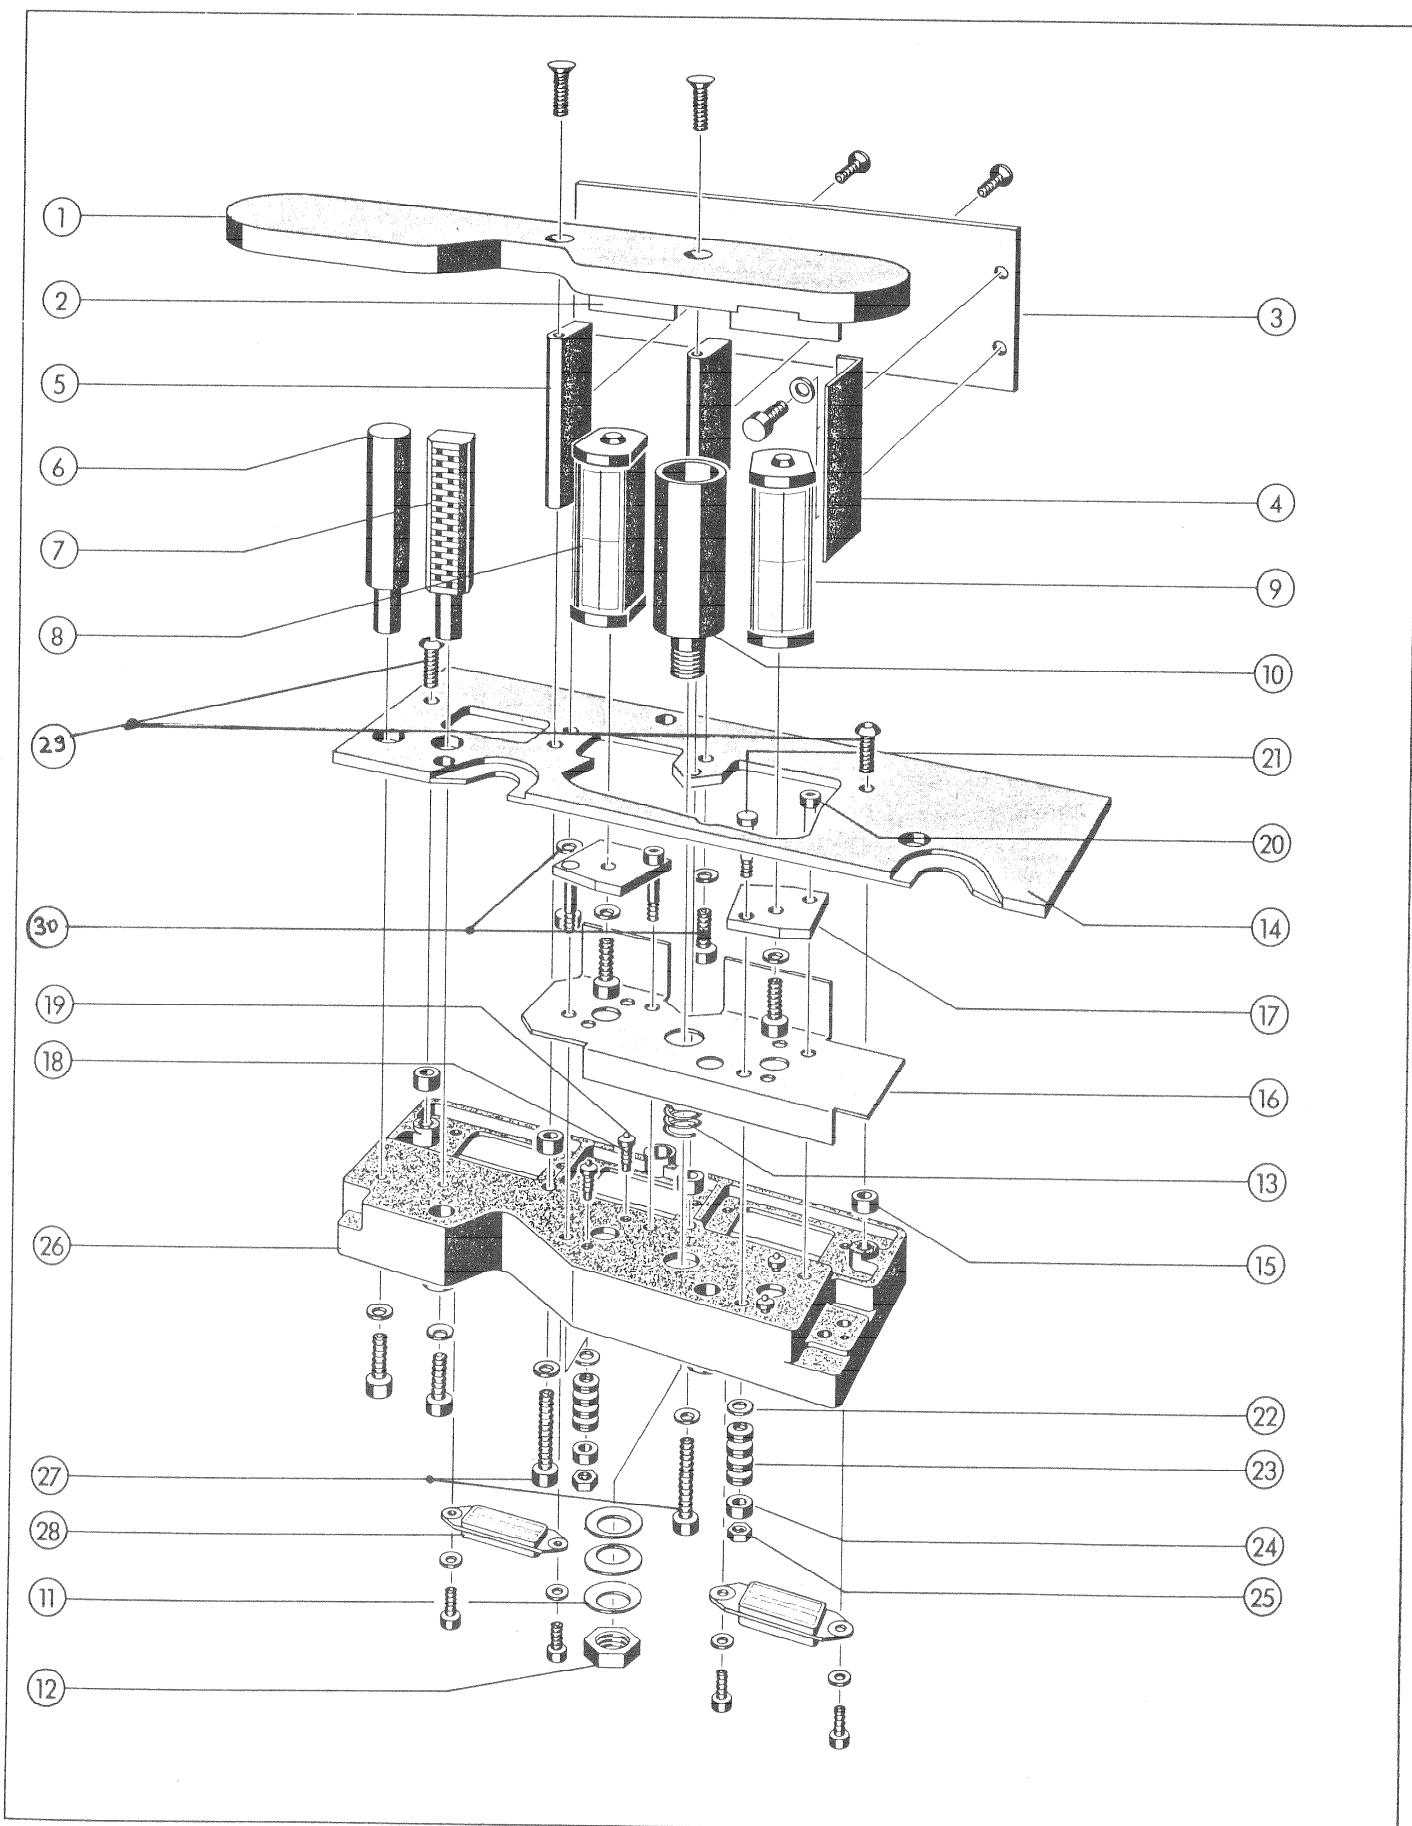
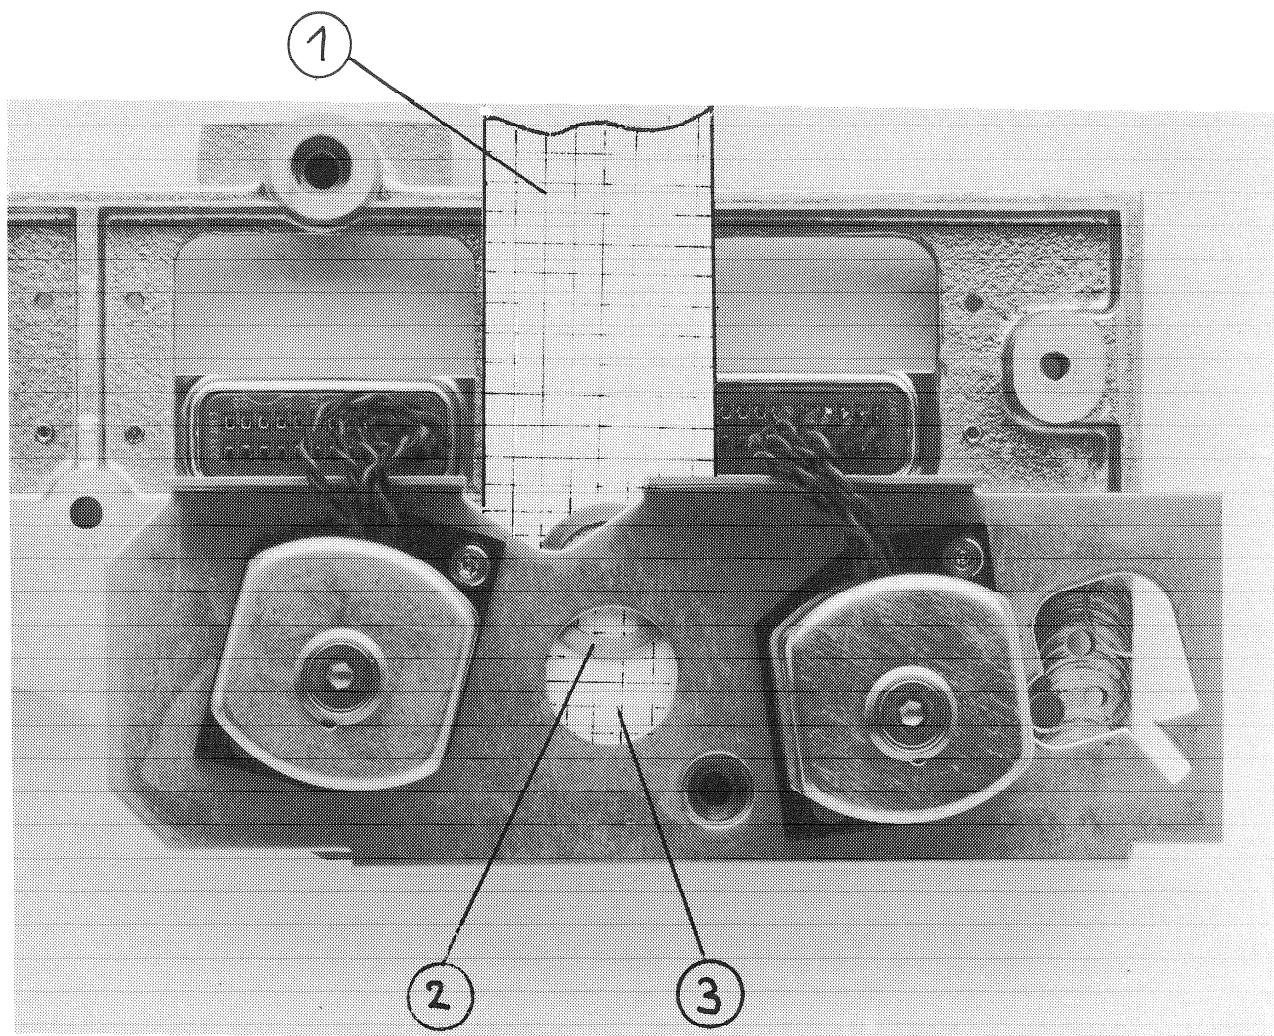

Fig. 3
Fig. 4
- 6.) Kopfträgerabdeckung ① entfernen [Fig. 3]
- 9.) Die komplette Deckleiste ③ und ④ (Fig. 3) von der Abdeckplatte ⑯ durch Lösen der beiden 3 mm Inbusschrauben ⑩ (Fig. 3) entfernen und wieder auf die neue Abdeckplatte montieren.
- 10.) Die Zwischenberührungsrolle ⑩ (Fig. 3) durch Lösen der Mutter ⑫ (18 mm) entfernen. (Dreht sich die Rolle mit, so kann sie mittels eines 14 mm Gabelschlüssels (in der Kerbe) festgehalten werden.)
- 11.) Schneiden Sie ein Rechteck mit den Abmessungen von ca. 30 mm x 100 mm, und schieben Sie dieses von hinten zwischen das Abschirmblech ⑯ (Fig. 3) und die Feder ⑬. Siehe auch Figur 4. Legen Sie nun die metallene Unterlagsscheibe ② (Fig. 4) auf den Papierstreifen ① und schieben diese nun unter die Öffnung ③, und zentrieren Sie die U-Scheibe. Halten Sie die U-Scheibe mit der Pinzette in ihrer Position und entfernen Sie nun den Papierstreifen. Vergewissern Sie sich, dass die Scheibe nun im Zentrum der
- 6.) Remove headcover plate ① [fig. 3]
- 9.) Remove the whole coverstrip ③ and ④ by loosening the two 3 mm allenscrews ⑩ (fig. 3) install it again to the new cover plate ⑯ .
- 10.) Remove the antiscrepe flatter roller ⑩ (Fig.3) by loosening nut ⑫ (18 mm). If the whole antiscrepe roller is rotating, slide an open-end wrench (14 mm) into the groove of the bolt to counter.
- 11.) From a piece of paper cut out a square with the measurement of approx. 30 mm x 100 mm. Slide it in between the bottom sheet metal screen ⑯ (fig. 3) and the spring ⑬. (See also fig. 4). Put the metallic washer ② (fig. 4) on top of the paperstrip ① and with a pair of tweezers slide it under the cut-out ③ . Center the washer and while holding the washer in position with the tweezers, pull out carefully the paperstrip. Make sure that the washer is now in the center of the spring ⑬ (fig. 3) and that it is lying
Feder ⑯ (Fig. 3) liegt und dass sie flach auf dem Kopfträgerguss ⑯ liegt. Nur dann stecken Sie die neue Führungsrolle in den Ausschnitt ③ (Fig. 4) Von unten eine Tellerfeder so einsetzen, dass der Außenring auf dem Chassis aufliegt und die Mutter ⑫ anziehen, wenn die Vorberuhigungsrolle rechtwinklig zur Abdeckplatte ⑭ steht. [Fig. 3]
flat on the headblock chassis ⑯. Only then put the new antiscrake flutter roller into the cutout ③ (fig. 4) then insert from the bottom, one spring-washer so, that the outer circle comes in contact with the head-block chassis. Turn the antiscrake flutter roller until its position is at a right angle to the head-block cover plate ⑭ then tighten nut ⑫. (Fig. 3).
- 12.) Die beiden Schrauben (27) (Fig. 3) von unten einsetzen, Kopfträger auf einen Karton stellen und die beiden Distanzhülsen (15) über die Schrauben (27) stülpen. Die übrigen 2 Distanzhülsen richtig plazieren und vorsichtig die Abdeckplatte darauf legen. Achtung: zuerst Löschköpfe durchschlaufen. Die beiden Schrauben (29) festziehen. Den Karton während dem Kippen des Kopfträgers andrücken, sodass die Schrauben (27) nicht herausfallen können und dieselben festziehen.
- 12.) Insert the two screws (27) (fig. 3) from below, put the headblock on top of a piece of cardboard and slide the two spacer bushes (15) over the screws (27). Place the remaining two spacer to their final position, guide the erase heads through the cutout and put the cover plate carefully on top of the spacer bushes. Fasten the two screws (29). Press the cardboard slightly to the headblock chassis while tilting it, so that the screws cannot fall off. Fasten the screws (27).
Kopfräger-Abdeckung (1) Bild 4 entfernen.